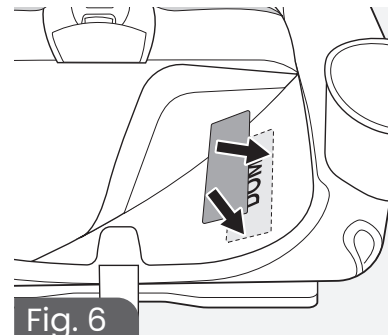

Fig. 6
2. **Alinee** la nueva etiqueta de fecha de fabricación (e) con la etiqueta de fecha de fabricación existente y adhiera la etiqueta sobre la etiqueta de fecha de fabricación existente (fig. 6).